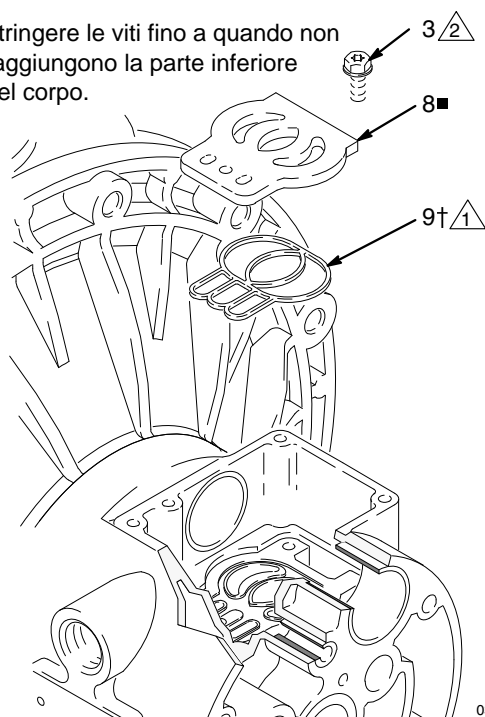

Fig. 9
5. Verificare che la piastra della valvola (8) sia in posizione. Se danneggiata, utilizzare un cacciavite Torx (T20) o una chiave a bussola da 7 mm (9/32") per rimuovere le tre viti (3). Rimuovere la piastra della valvola (8) e, solo nei modelli con corpo centrale in alluminio, anche la guarnizione (9). Consultare Fig. 9.
2. Nei modelli con corpo centrale in alluminio, installare la tenuta della piastra della valvola (9†) nella scanalatura nella parte inferiore della cavità della valvola. La parte arrotondata della tenuta **deve essere rivolta verso il basso** nella scanalatura. Consultare FIG. 9.
3. Installare la piastra della valvola (8■) nella cavità. Nei modelli con corpo centrale in alluminio, la piastra è reversibile, perciò può essere orientata nei due sensi. Installare le tre viti (3), utilizzando un cacciavite Torx (T20) o una chiave a bussola da 7 mm (9/32"). Serrare fino a quando le viti non raggiungono il fondo del corpo. Consultare FIG. 9.